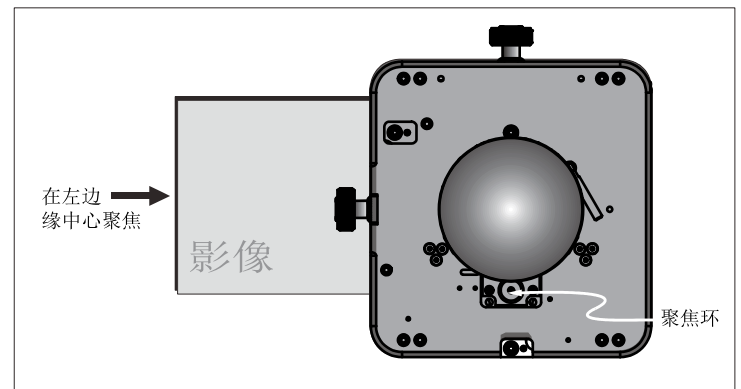

图 2-22 调整聚焦
3. 使用聚焦旋钮缩回镜头，调整**聚焦**。（图 2-22）观察屏幕左边缘的影像，直到其清楚聚焦。如果屏幕左边缘的影像聚焦效果良好，但右边缘聚焦效果不好，则需确定右侧聚焦在屏幕的前方还是后方。如果整个屏幕都聚焦良好，请跳至步骤 7。